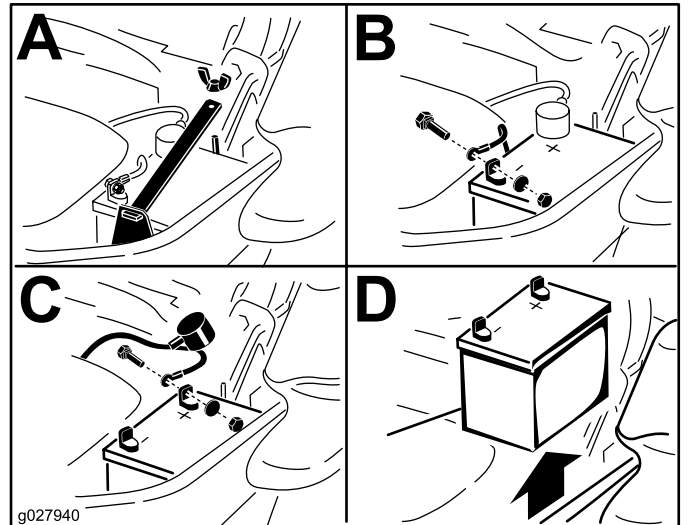

Figura 55
3. Desconecte el cable negativo (negro) de la batería del borne negativo (-) de la batería (Figura 55).
4. Retire la cubierta de goma roja del borne positivo (rojo) de la batería y retire el cable positivo (+) (Figura 55).
5. Retire la tuerca de orejeta que sujeta la abrazadera de la batería (Figura 55).
6. Retire la abrazadera (Figura 55).
1. Coloque la batería en la bandeja, con los bornes frente al depósito de aceite hidráulico (Figura 55).
4. Fije los cables con 2 pernos, 2 arandelas, y 2 contratuercas (Figura 55).
6. Instale la abrazadera y sujétela con la tuerca de orejeta (Figura 55).